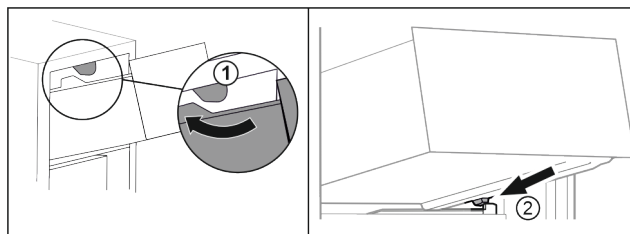

Fig. 111
- ▶ Umetnite ladicu oko gornjih zaustavljača. *Fig. 111 (1)*
- ▶ Stavite ladicu ukoso iza donjih zaustavljača na žlijeb spremnika. *Fig. 111 (2)*